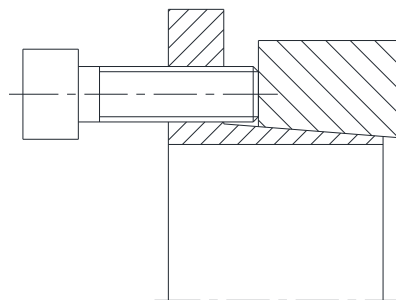

Bild 7: Fixieren des Spannsatzes (Beispiel: CLAMPEX® KTR 206)
- Für eine einfachere Montage fixieren Sie den Innen- und Außenring mittels zwei Spannschrauben über die Abdrückgewinde (Bild 7). Setzen Sie anschließend den Spannsatz KTR 203 / KTR 206 zwischen Welle und Nabe ein.